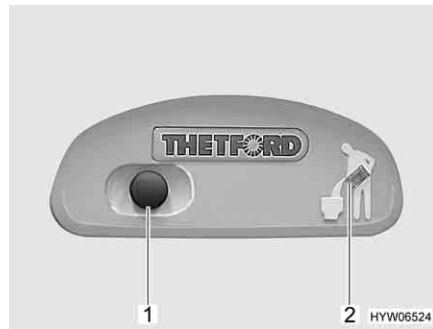
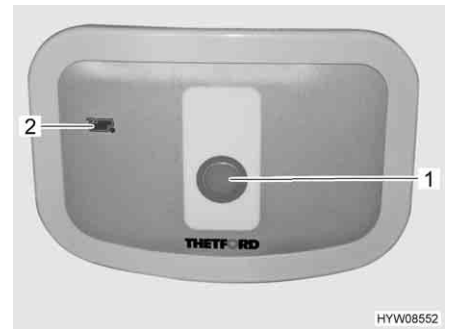

Bild 262 Spolknapp/kontrollampa Thetford-toalett
Bild 263 Spolknapp/kontrollampa Thetford-toalett (alternativ)
- För att spola, tryck på den blå spolknappen (Bild 262,1 resp. Bild 263,1).
Kontrollampan (Bild 262,2 resp. Bild 263,2) lyser när latrintanken måste tömmas.